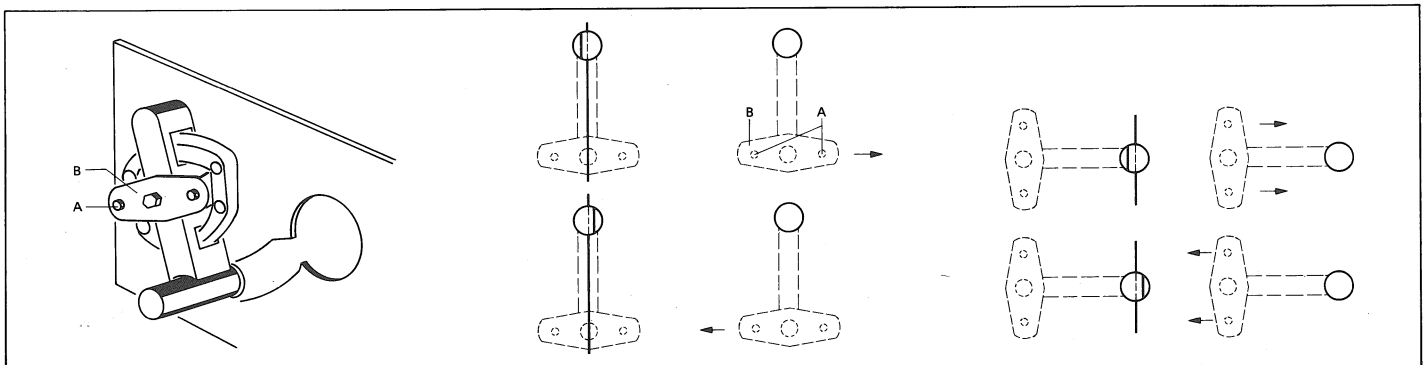

Fig. 4.13
-> Fig. 4.13
- 2 Schrauben [A] lösen bis sich die Lagerplatte [B] verschieben lässt. (Fig. 4.13)
- Die Lage der Lagerplatte gemäss Fig. 4.13 korrigieren.